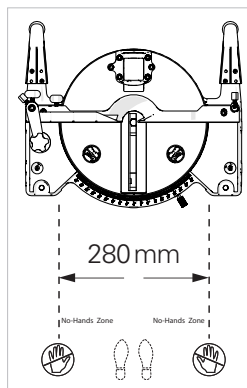

Fig. 10
3. Position du corps et des mains (Fig. 10)